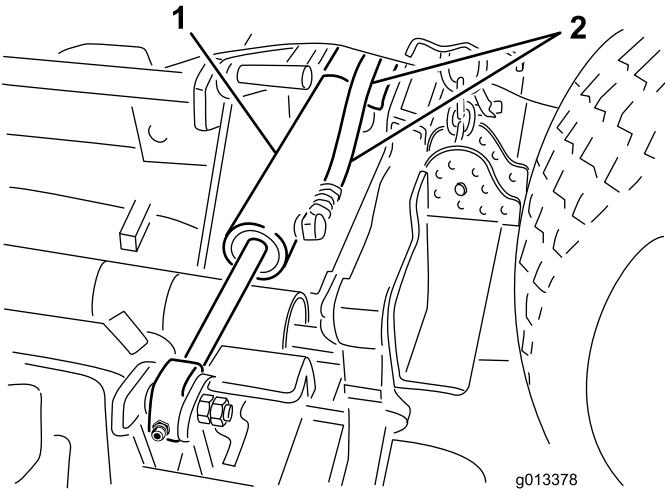

Figura 3
4. Desligue os tubos hidráulicos dos cilindros de elevação da plataforma lateral (Figura 3).